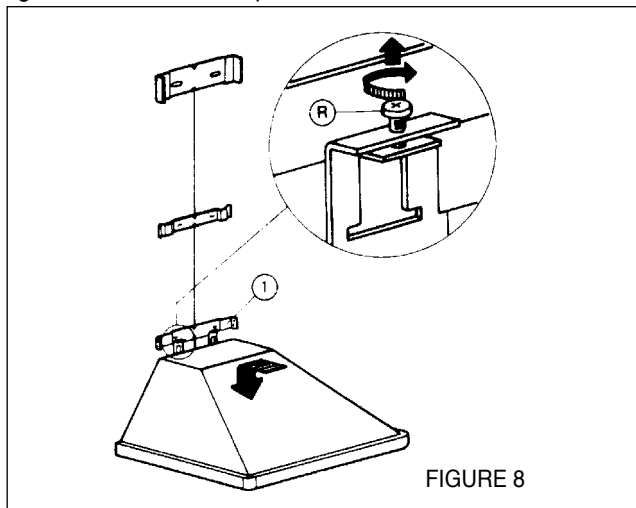

FIGURE 8
4. Tourner les vis (R dans la figure 8) jusqu'à mi-longueur. Suspendre la hotte à la fixation. À cause du poids de la hotte, deux personnes devraient la soulever afin d'éviter toute blessure. S'assurer que la hotte soit en place de façon sécuritaire sur les fixations.
5. La hauteur de la hotte peut être réglée en tournant les vis (R), tel qu'il est indiqué à la FIGURE 8. Elles servent également à s'assurer que la hotte est mise de niveau.